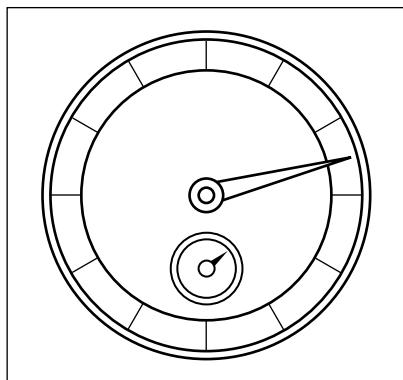
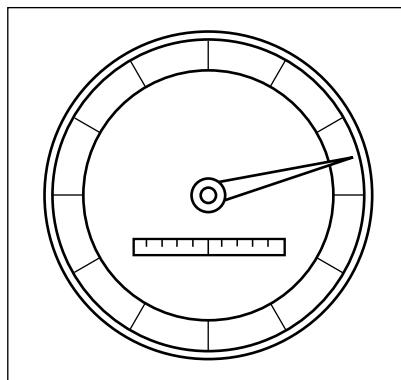

Рис. 1
Рис. 2
■ Задача 1.2. Авиационный высотомер (альтиметр) работает, измеряя падение давления с высотой. В сущности, это обычный барометр, но шкала градуирована в единицах длины (высоты). Высотомер имеет две круговые шкалы (рис. 1): большая шкала показывает метры, малая — километры. Пилоты часто путали шкалы. Поэтому инженеры-психологи решили установить новый высотомер, на циферблате которого километры показывались бы на горизонтальной шкале, а метры — на круговой (рис. 2). Спроектировать такой прибор было поручено высококвалифицированным инженерам. С задачей они справились, но в результате получился сложный механизм с множеством шестеренок и колесиков. Трение в них было столь велико, что точность нового прибора оказалась сведенной на нет. Все попытки уменьшить число шестеренок ничего не дали. Тогда задача была передана человеку, мало знакомому с такого рода проблемами...